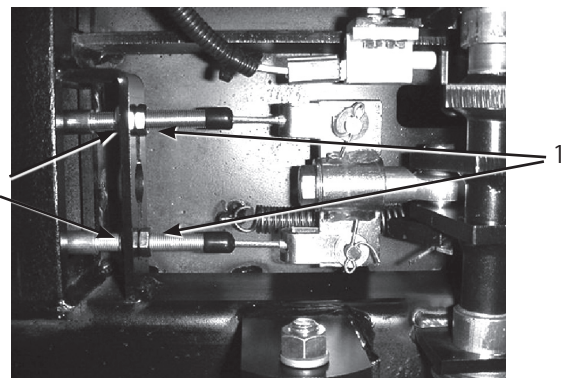

図47
5. ブレーキ・ケーブルの車両前端側にある前ナットをゆるめる (図47)。
6. 後ナットを均等に締めて、ブレーキ・ペダルの遊びを 1~2 cm に調整する (図47)。